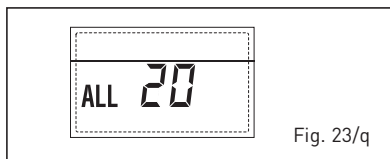

Fig. 23/q
**- DELIVERY PROBE BREAKDOWN ERROR FIRST MIXED ZONE "ALL 21" (fig. 23/r)**